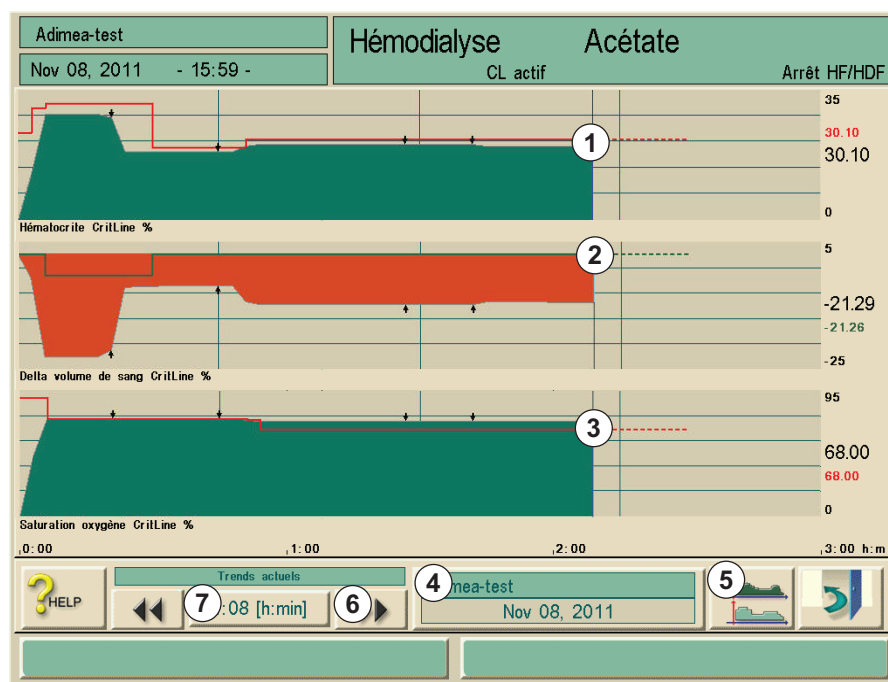

Fig. 11-35 Trends CritLine
Les limites d'hématocrite et de Delta BV sont aussi affichées. La limite d'HCT (1) correspond à la valeur réglée dans Fig. 11-35 et la limite de BV (2) est calculée à partir de la valeur de départ d'HCT et de la limite d'HCT. La ligne 3 montre la limite de saturation en oxygène.